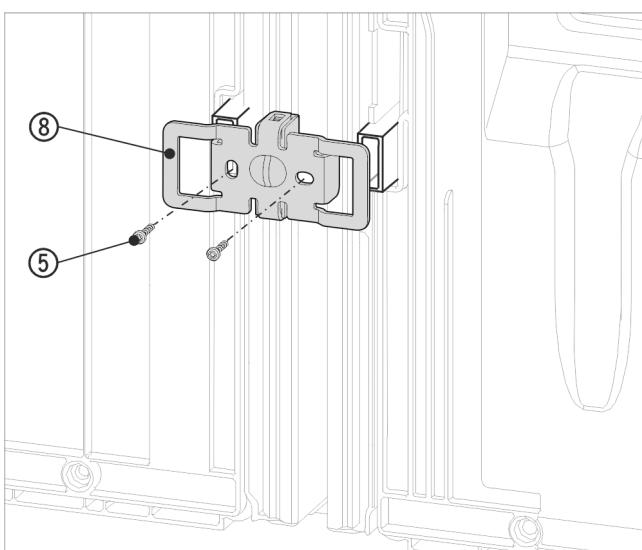

Fig. 18 Zobrazení příkladu
- Úhelník Fig. 18 (8) znova zasuňte vybráním přes úchyt pro vymezovač odstupu od stěny.
► Přišroubujte pomocí 2 šroubů Fig. 18 (5).